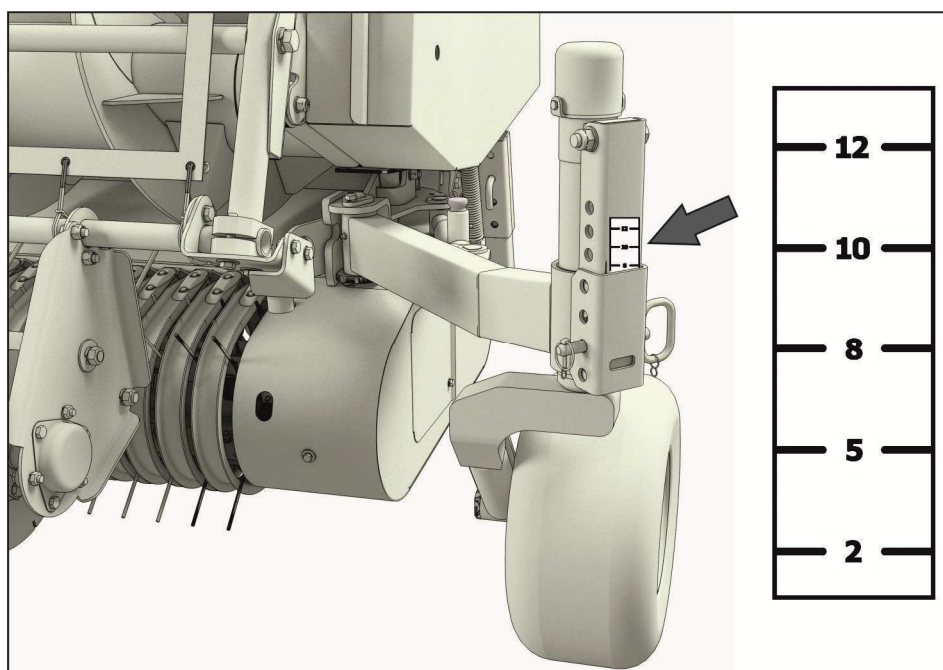

Рисунок 6.3 – Табличка «Высота подбора»
Для ориентира, положение высоты подбора указано на таблице «Высота подбора» (см. рисунок 6.3). **ВАЖНО!** ЗНАЧЕНИЯ НА ТАБЛИЧКЕ МОГУТ ОТЛИЧАТЬСЯ ОТ РЕАЛЬНЫХ, ОНИ ЗАВИСЯТ ОТ РЕЛЬЕФА ПОЛЯ И УКАЗАНЫ УСЛОВНО. Регулировку расстояния от концов подбирающих пальцев до поверхности земли смотреть в п.6.2.2.
2. Чтобы исключить упирание шин колеса в крайний пружинный палец нормализатора, необходимо установить высоту подбора 55 мм в положение «5» или большее значение (см.рисунок 6.3);